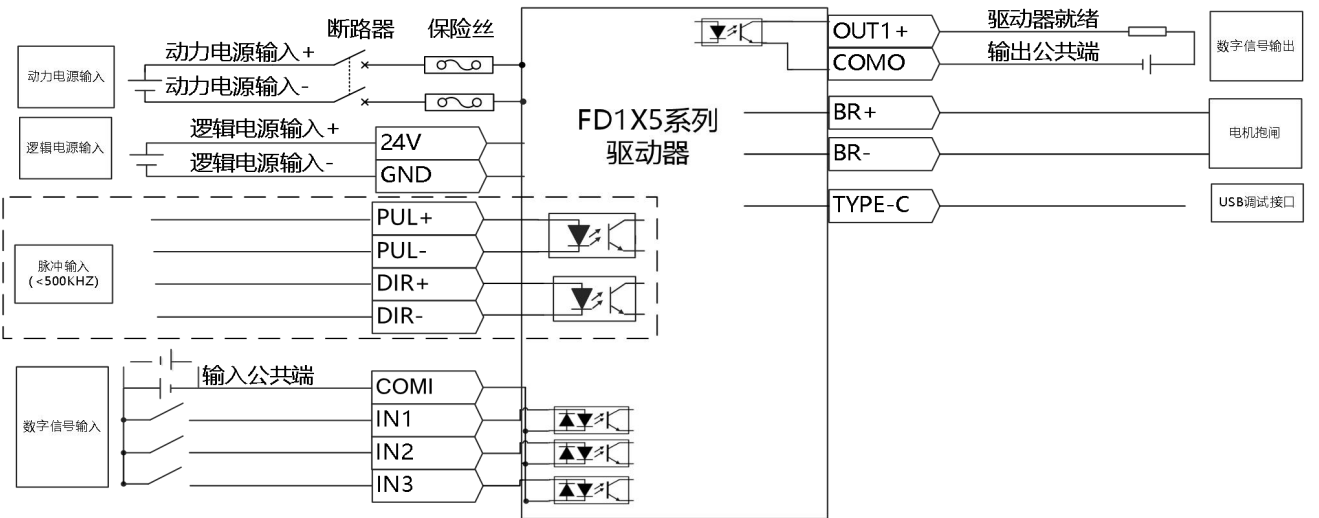

图 3-6 FD1X5 系列驱动器电气接线图
- 图 3-6 展示了 FD1X5 系列驱动器带有默认 I/O 功能的接线，更多 I/O 功能可以通过上位机软件来进行定义。